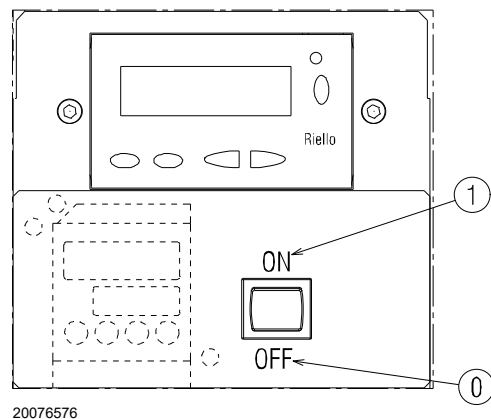

Abb. 26
Schließen Sie die Thermostate/Druckwächter und stellen Sie den Schalter aus Abb. 26 auf "1/EIN".
- stellen Sie den Schalter aus Abb. 26 auf "0/AUS" und warten Sie, bis das Steuergerät die Abschaltphase ausführt;
Der Brenner befindet sich im Wartestatus bei Wärmeanfrage oder der Wahlschalter "0-1" (Abb. 26 auf Seite 30) steht auf Position "0".